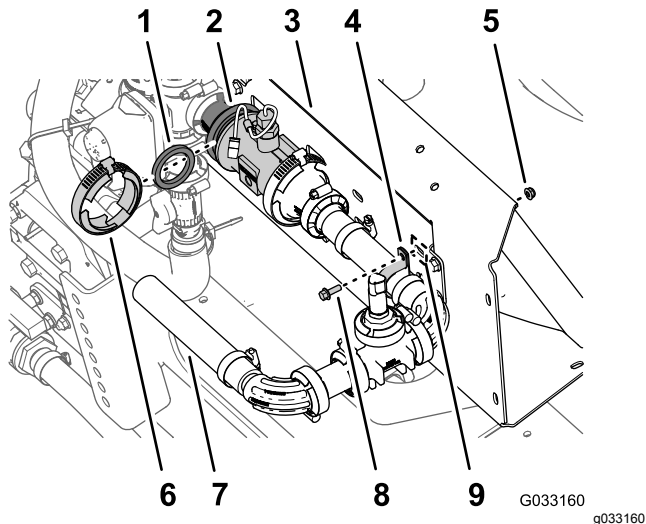

図 84
1. ステップ 3 コネクタチューブと縮径アダプタを外す (ページ 21) で取り外したガスケット 2-1/4 インチを、フローメータと縮径アダプタマスターコントロールバルブの右側に取り付けられているに取り付ける 図 84。
2. ガスケット、フローメータ、縮径アダプタ 図 84 を、ステップ 2 コネクタチューブと縮径アダプタを外す (ページ 21) で取り外したフランジクランプ 76mm で仮組みする。
3. 水圧トランスデューサとマニホールドをマニホールドマウントのスロットに固定する R クランプ、フランジヘッドボルト 1/4 x 3/4 インチとフランジロックナット 1/4 インチを使用して 図 84 のように取り付ける。